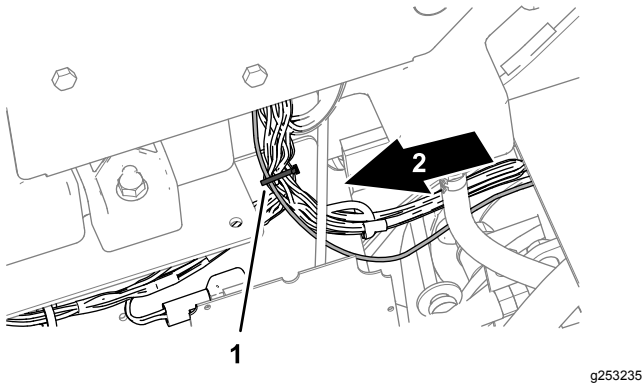

Figura 17
1. En la cubierta del panel de control, fije el arnés de alimentación al arnés de cables de la máquina con una brida, tal y como se muestra en la Figura 17.